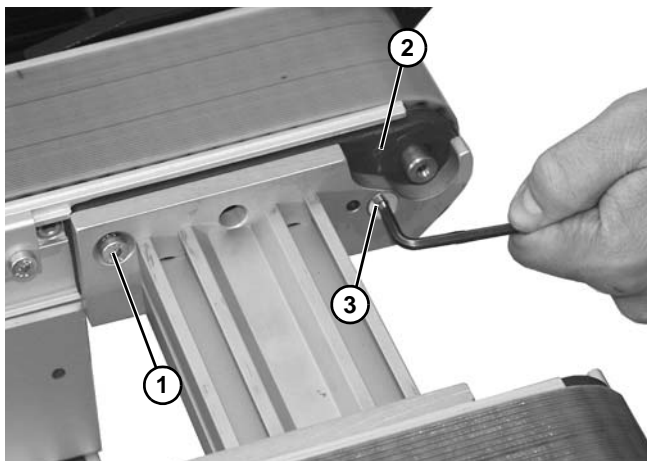

Figura 26
2. Instale el tornillo (**Figura 26, artículo 1**) en la placa del husillo (**Figura 26, artículo 2**).
3. Instale el tornillo (**Figura 26, artículo 3**) para sujetar la parte delantera de la placa. Repita este procedimiento en el lado opuesto.